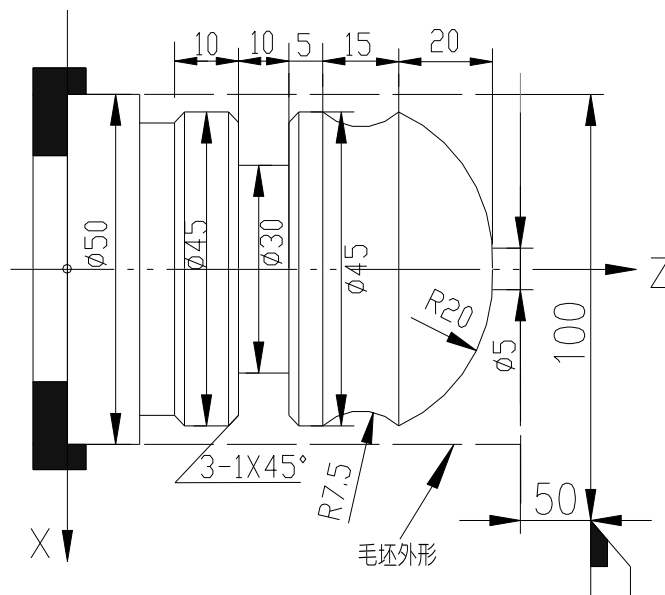

图 7-6 加工实例
**示例 5:** 加工下图 7-6 工件, 其中棒料为  $\Phi 50 \times 100$ 。用三把刀加工: 1 号刀-外圆车刀; 2 号刀-尖刀; 3 号刀-切槽刀, 刀宽 3mm。